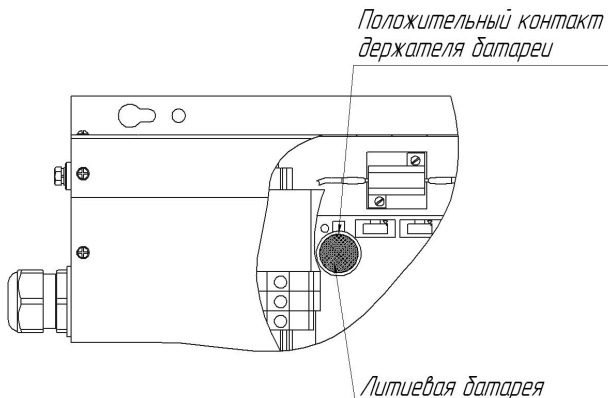

Рисунок 8 – Расположение литиевой батареи
- нажав на положительный контакт держателя, вынуть литиевую батарею и заменить ее аналогичной, строго соблюдая полярность при установке (рисунок 8);